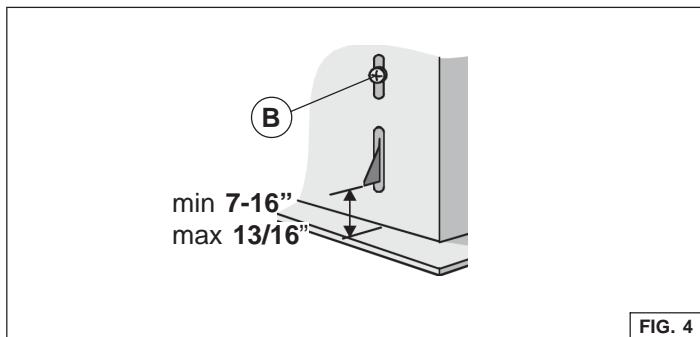

FIG. 4
- Réglez la position du ressort de fixation latéral à l'aide de la vis "B" correspondante et ce, en fonction de l'épaisseur du panneau découpé qui servira de support pour la fixation (Fig.4).